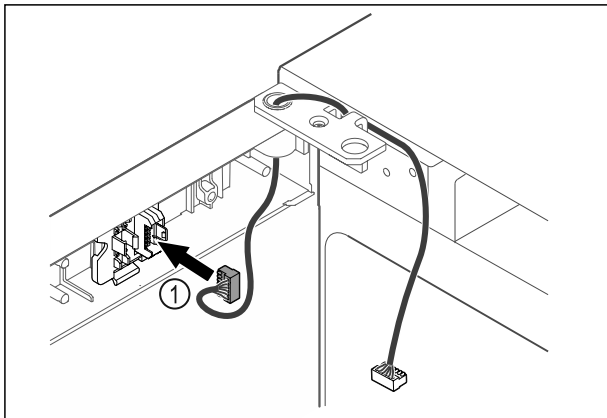

Fig. 64
- Aseta pistoke Fig. 64 (1) pistokkeenpitimeen.